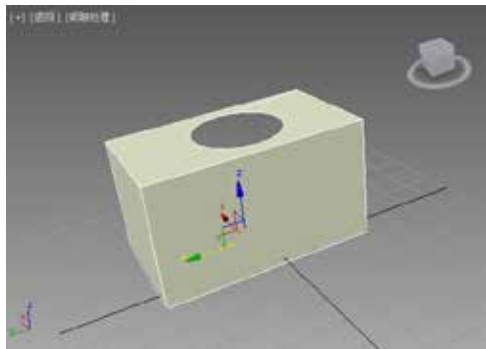

图 2-117 移至内部效果
STEP 11 选中“移至内部”单选按钮，效果如图 2-117 所示。